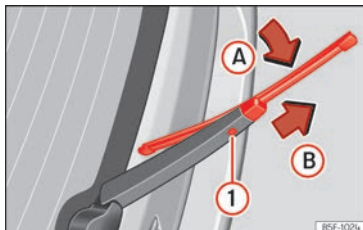

Abb. 159 Scheibenwischerblatt der Heckscheibe auswechseln.
- Das Wischerblatt leicht drehen »» (Abb. 159) (Pfeil A).
- Die Entriegelungstaste ① gedrückt halten und gleichzeitig das Scheibenwischerblatt in Pfeilrichtung B abziehen.
- Neues Heckscheibenwischerblatt **gleicher Länge und Ausführung** entgegen der Pfeilrichtung B auf den Scheibenwischerarm schieben, bis der Mechanismus ① einrastet.